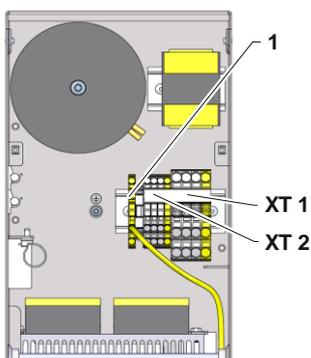

Fig. 4: Vue à l'intérieur de la partie électrique
12. Fixer la borne à 3 branches avec le fil de terre du connecteur ZO à la barre de fixation (marquage 1 → Fig. 4) coté XT1 resp. XT2.